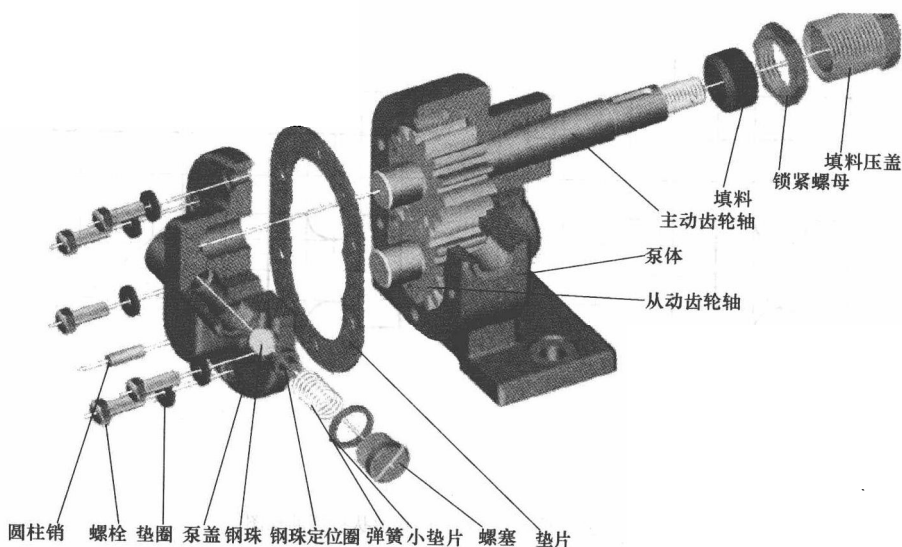

图 1-21 齿轮油泵分解图
(2) 齿轮油泵分解图 如图 1-21 所示, 分解图能很直观地表达出机器或部件的组成、连接、装配关系和工作原理。